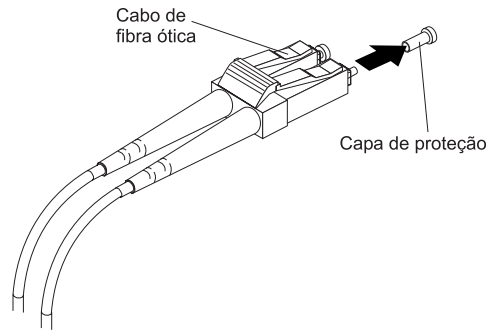

Figura 21. Removendo as Capas de Cabos de Fibra Ótica
2. Remova as capas de proteção da extremidade do cabo de fibra ótica. Consulte a Figura 21 na página 27.